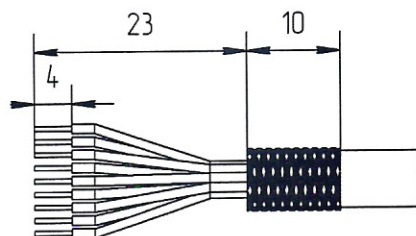

Рисунок 34 – Зачистка кабеля
14.1 Зачистить кабель и завернуть экранирующую оплетку на внешнюю изоляцию (рис. 34).